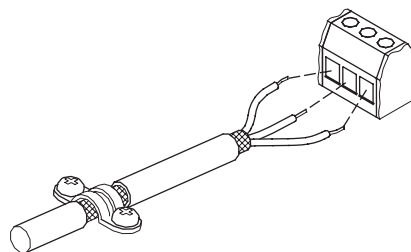

Рис. 12 Зачищенный кабель с экранирующей оплёткой и проводными соединениями
- Экраны кабелей подключаются к корпусу с обоих концов посредством правильно выполненных соединений. Экранирующие оплётки должны быть расположены максимально близко к клеммам. См. рис. 12.